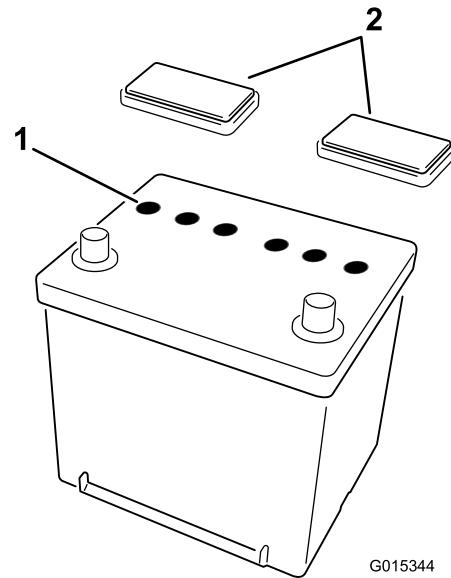

Figure 1
2. Enlevez les bouchons d'aération de la batterie (Figure 1). Versez de l'électrolyte avec précaution dans chaque élément jusqu'à ce les plaques soient recouvertes par environ 6 mm de liquide.
3. Attendez environ 20 à 30 minutes pour que les plaques aient le temps de s'imprégnier d'électrolyte. Faites l'appoint au besoin pour que le niveau de liquide monte à 6 mm en dessous du creux de remplissage (Figure 1).